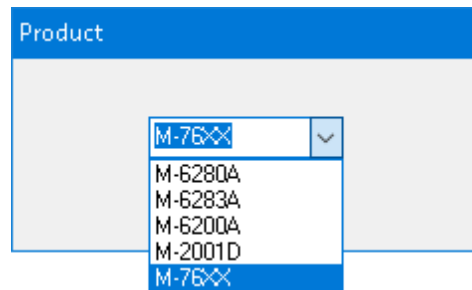

Figura 2-4 REFU Lista Desplegable de Seleccionar Producto
4. Seleccione "Choose File". La utilidad mostrará la Figura 2-4 que permite al usuario seleccionar el producto aplicable.